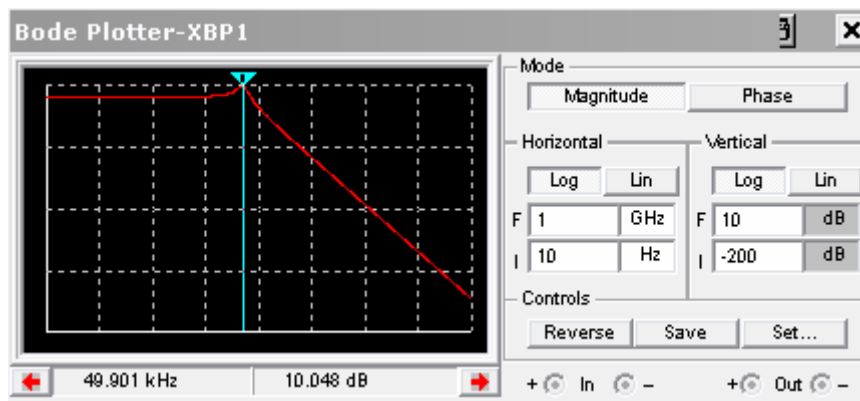

Figura 4.17. Pantalla de la respuesta en frecuencia con el instrumento Bode Plotter
- Finalmente para ver el resultado se tiene que hacer "clic" dos veces en cima del instrumento. La pantalla que sale es la que se muestra en la Figura 4.17.